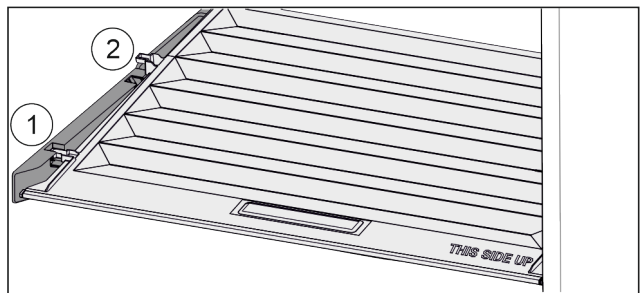

Fig. 111
- ▶ Кришку до отвору в деталях для підтримки потягнути вперед Fig. 111 (1).
- ▶ Підняти ззаду знизу та вийняти Fig. 111 (2) вгору.